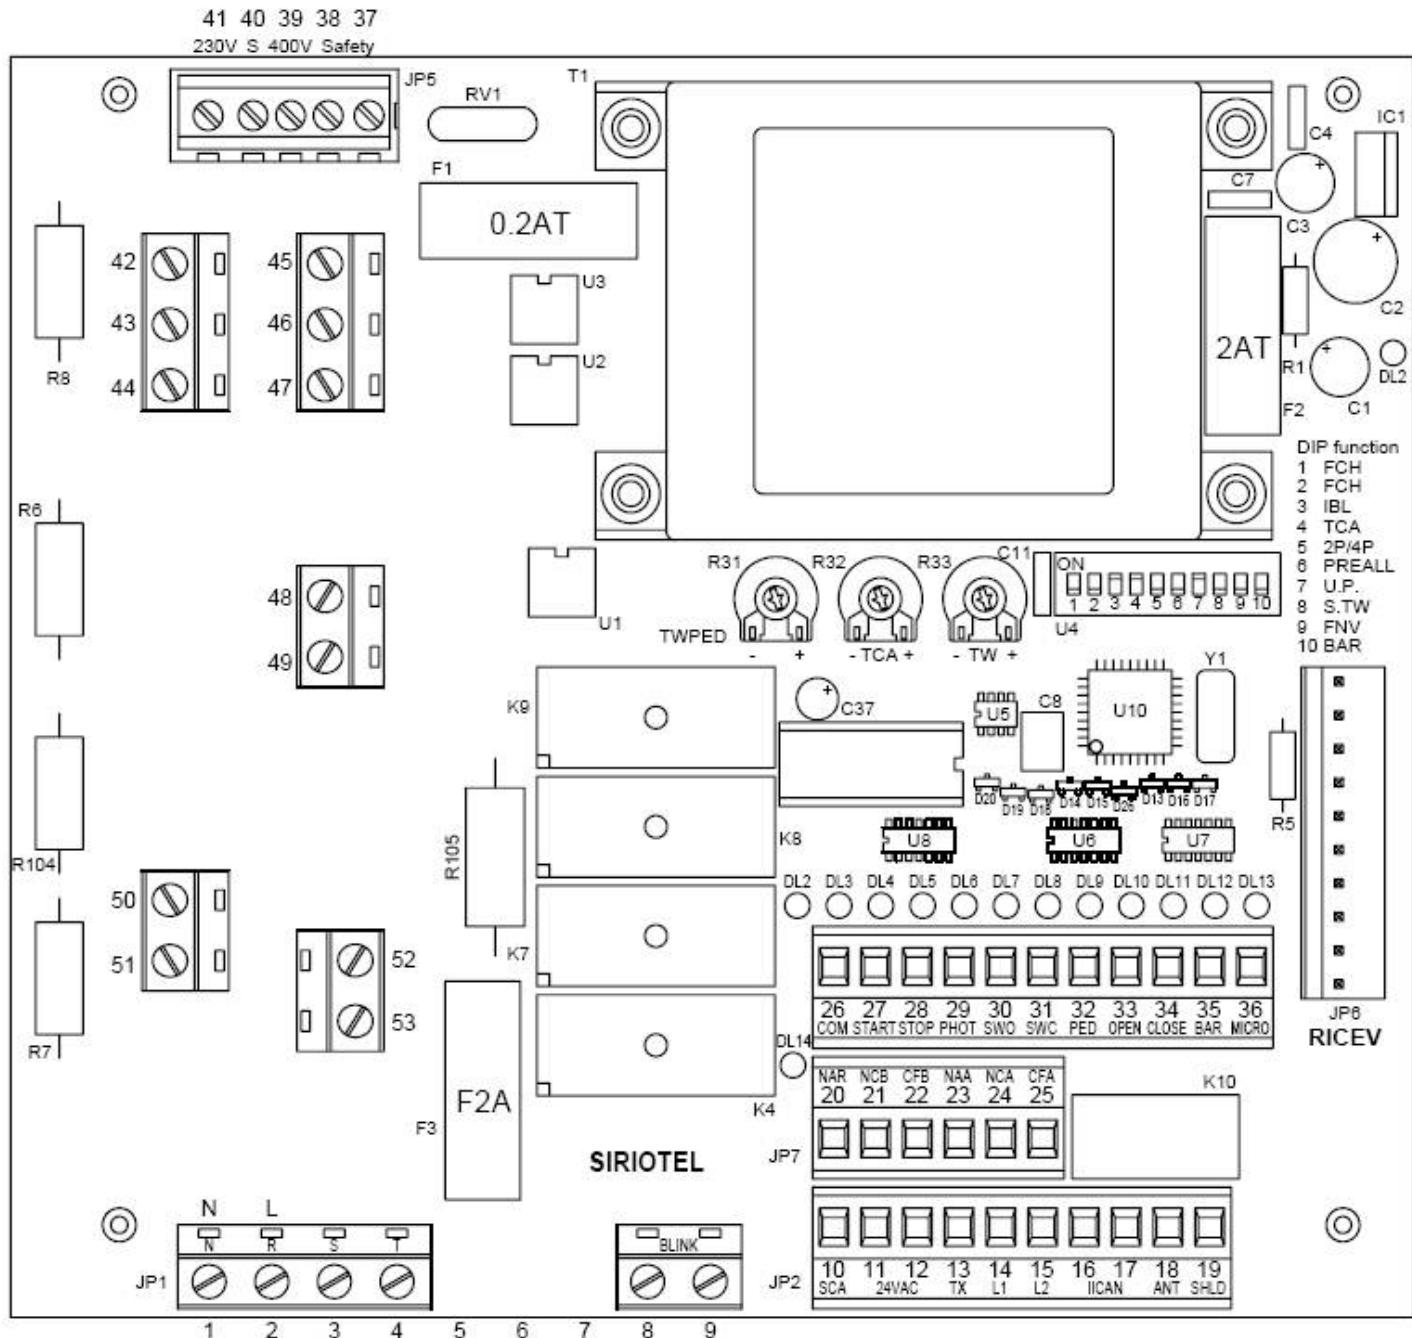

рис.16
После прокладки кабелей и установки оборудования в выбранных местах необходимо подсоединить кабели к клеммам согласно схемам, прилагаемым к соответствующим инструкциям. Осуществите подключение фазы, нейтрали и земли (обязательно). Защитный кабель «земля» с изоляцией желто-зеленого цвета должен быть подсоединен к специально предназначенным для этого клеммам с обозначением «земля». Автоматику запускать только после установки всех систем безопасности, подключенных и проверенных. На рис. 14-15 изображена схема подключения блока управления, расположенного на приводе. Далее приводятся как уже сделанные соединения на блоке управления, так и которые надо осуществить в блоке RIGEL 4 (рис.16).
13. Регулировки и указатели блоки управления RIGEL 4 (рис. 16).